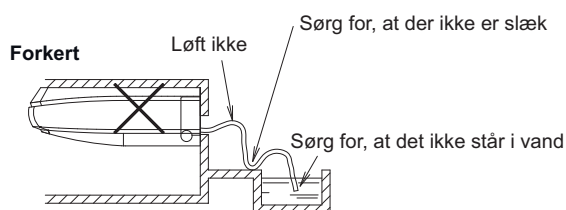

Fig. 23
- Rørdimensionen skal være lig med eller større end den på drænslangen (1) (tilbehør) (pvc-rør med en nominal diameter på 20 mm, udvendig diameter på 26 mm).
- Drænrøret bør være kort med en hældning på 1/100 eller mere for at undgå, at der dannes luftlommer. (Se fig. 22 og fig. 23)